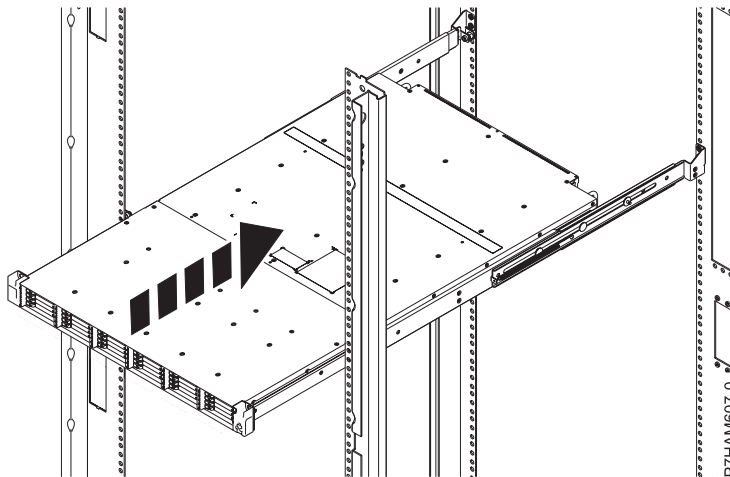

Figure 10. Insertion du boîtier d'unité de disque dans l'armoire
- d. Une fois que les deux rails de guidage du boîtier sont correctement positionnés, faites rentrer délicatement le boîtier dans l'armoire, comme sur la figure 10.